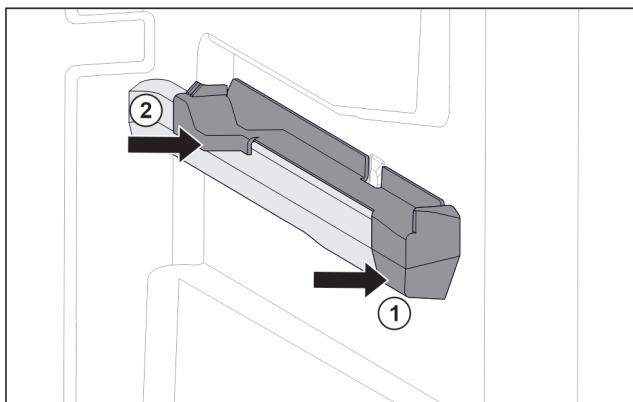

Fig. 119 Вставна частина на правому ребрі для резервуару
- Одягти вставну частину вперед на ребро резервуару. Fig. 119 (1)
- Притиснути вставну частину позаду. Fig. 119 (2)